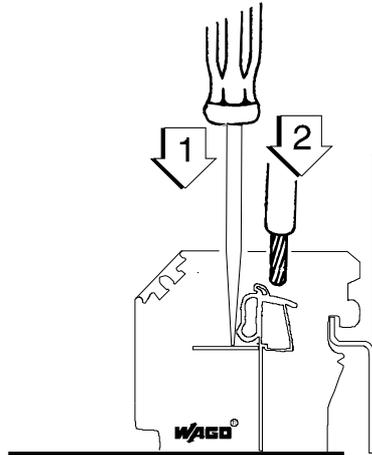
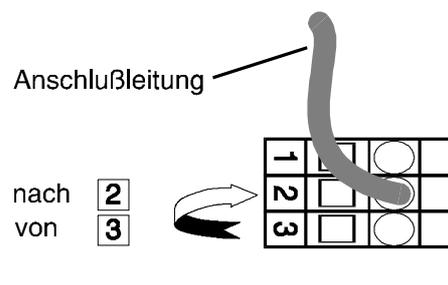
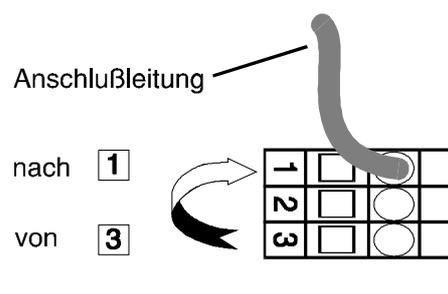

Abbildung 3.6: Darstellung der Handhabung der Adapterklemmen (schraubenlose Käfigzugfederklemmen)
Abbildung 3.7: Wechsel des PV-Eingangsspannungsbereiches auf 100 ... 200 V DC (nur *Sunny Boy 700*)
Abbildung 3.9: Wechsel des PV-Eingangsspannungsbereiches auf 75 ... 150 V DC
- Geeigneten Schraubendreher in die Klemme 3 schieben (siehe Abb. 3.6), bis sich die Anschlußader löst. Diese herausnehmen, danach Schraubendreher in Klemme 2 schieben und diese öffnen. Anschlußleitung einführen und Schraubendreher entfernen. Die Anschlußleitung bitte auf festen Sitz prüfen (siehe Abb. 3.7).
- Geeigneten Schraubendreher in die Klemme 3 schieben (siehe Abb. 3.6), bis sich die Anschlußader löst. Diese herausnehmen, danach Schraubendreher in Klemme 1 schieben und diese öffnen. Anschlußleitung einführen und Schraubendreher entfernen. Die Anschlußleitung bitte auf festen Sitz prüfen (siehe Abb. 3.9).